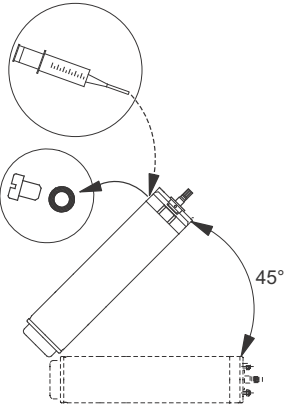

Рис. 4 Положення електродвигуна під час заливання рідини - MS6000
- Якщо електродвигун доставлено зі складу, перед встановленням електродвигуна слід перевірити рівень рідини. Дивіться рис. 4.
- При здійсненні технічного обслуговування слід перевіряти рівень рідини. Дивіться рис. 4.
1. Встановити заглибний насос, як показано на рис. 4. Гвинт заливного отвору має розташовуватись у найвищій точці електродвигуна.
3. Вприскуйте рідину в електродвигун за допомогою наливного шприца (рис. 4), поки рідина не почне вилитися із заливного отвору.